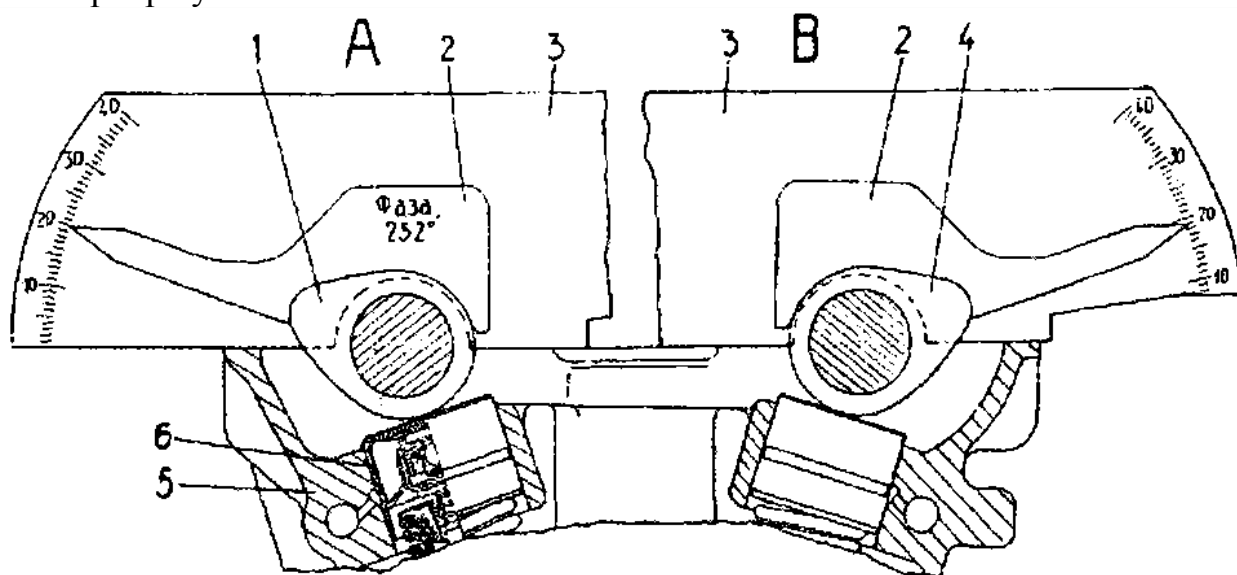

Рисунок 58. Проверка углового положения распределительных валов:
2. Установить транспортер 3 (рис.58) за первым кулачком распределительного вала впускных клапанов - вид «А». Прижимая транспортер 3 к верхней плоскости головки цилиндров 5, приложить и плотно прижать шаблон 2 к поверхности первого кулачка. При этом стрелка шаблона должна показывать на транспортере угол $20^\circ \pm 2' 40''$.